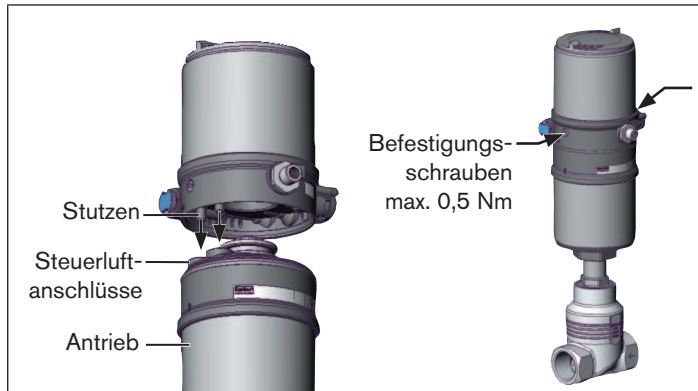

Bild 5: Montage Positioner, Reihe 2103, 2300 und 2301
2. die Stützen des Positioners in die Steuerluftanschlüsse des Antriebs (siehe „Bild 5“) hineinfinden.